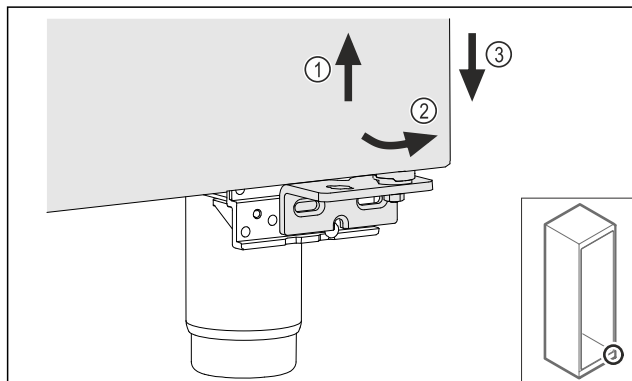

Fig. 27
- Løft døren en smule Fig. 27 (1), vip den fremad forneden Fig. 27 (2), og sænk den Fig. 27 (3).